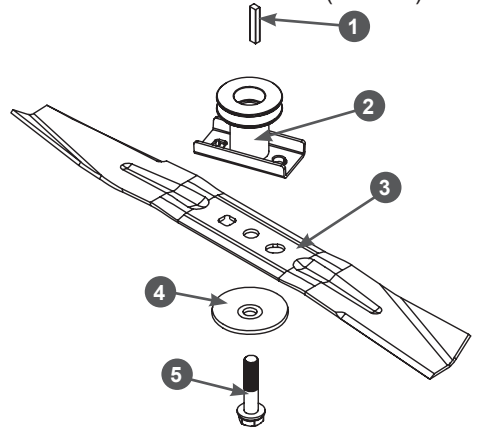

Рис. 27. Установка ножа
2. С помощью соответствующего инструмента открутите болт 5 крепления ножа и снимите нож (Рис. 27).
4. Установите нож на направляющие адаптера и закрепите его болтом и шайбой, как показано на Рис. 27. Убедитесь, что нож установлен правильно.
5. Зафиксируйте нож от проворачивания и надёжно затяните болт 5 крепления ножа (Рис. 27).